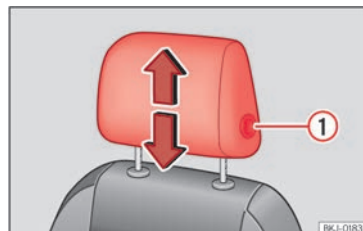
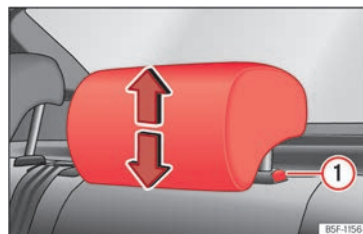

Abb. 66 Vordersitz: Kopfstützeinstellung.
Abb. 67 Kopfstütze hinten: Kopfstützeinstellung.
Sie zum Absenken auf gleiche Weise vor und drücken Sie die seitliche Taste ① » » (Abb. 66) , » » (Abb. 67).